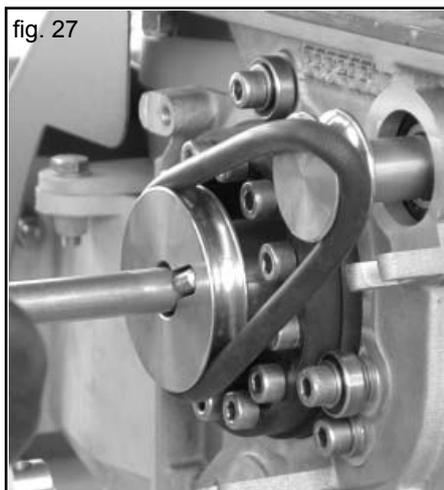

fig. 27
- Para desactivar el agitador, levante la correa tubular hasta el borde de la polea motriz (Fig. 27), en el lado opuesto, gire suavemente el rodillo dosificador en dirección de arrastre para que la correa salga de su posición.